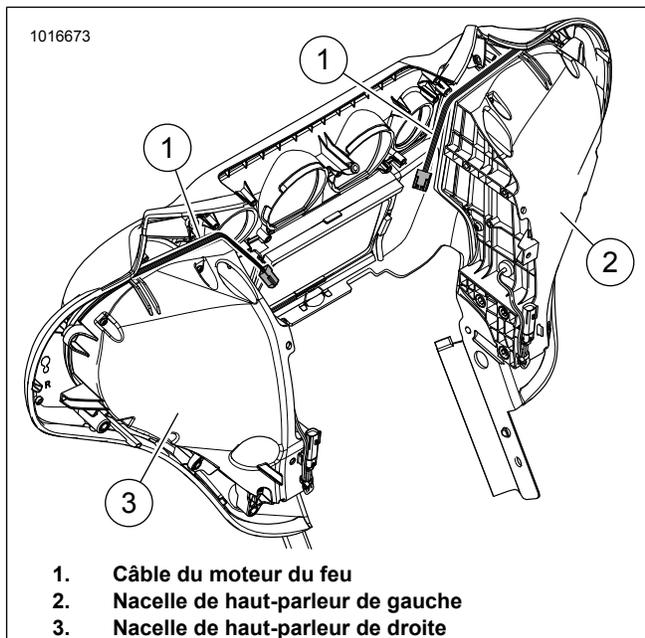

Figure 9. Carénage FLH illustré, l'acheminement de câble pour FLTR est similaire
7. Voir la figure 9. Acheminer le câble du moteur du feu (1) comme illustré.